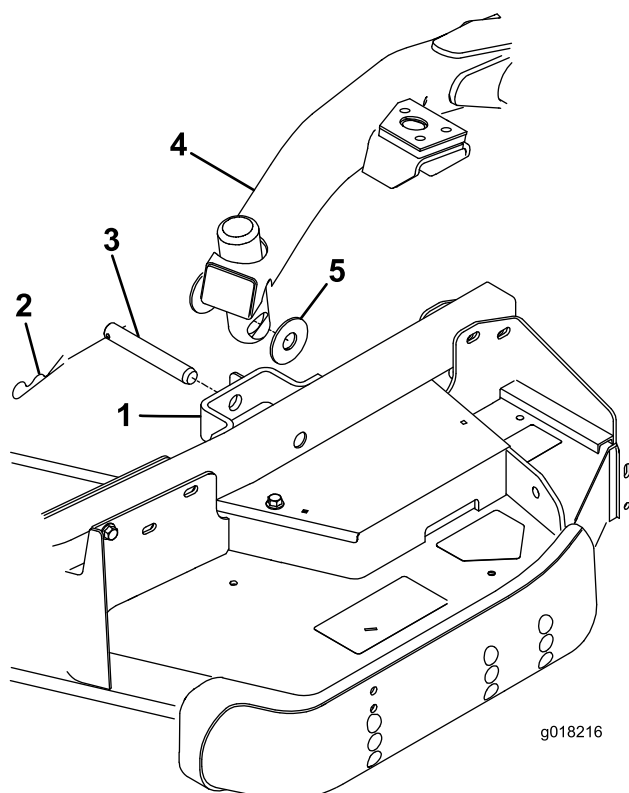

Figura 26
4. Presione el interruptor de elevación hacia adelante, a la posición de Flotación. Empuje hacia abajo uno de los brazos de elevación hasta que los taladros del brazo de elevación estén alineados con los taladros del soporte del brazo de la rueda giratoria, y la varilla de ajuste de la altura de corte pueda introducirse en los alojamientos del brazo de elevación (Figura 26).
5. Fije el brazo de elevación al brazo de la rueda giratoria con (2) arandelas de empuje, un pasador y un pasador de horquilla. Coloque las arandelas de empuje entre el brazo de elevación y el soporte del brazo de la rueda giratoria (Figura 26). Introduzca el extremo del pasador de horquilla en la ranura de la pestaña del brazo de la rueda giratoria para retener el pasador.